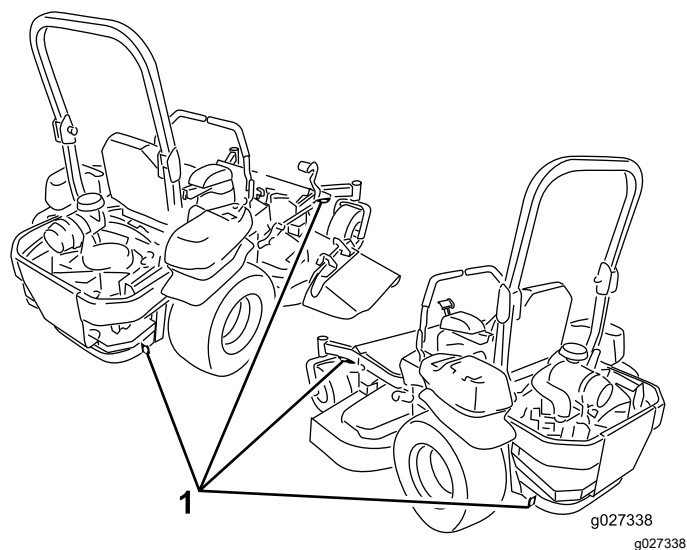

Figura 36
6. Amarre la máquina junto a las ruedas giratorias delanteras y el bastidor trasero con correas, cadenas, cables o cuerdas (Figura 36). Consulte la normativa local respecto a los requisitos de amarre.